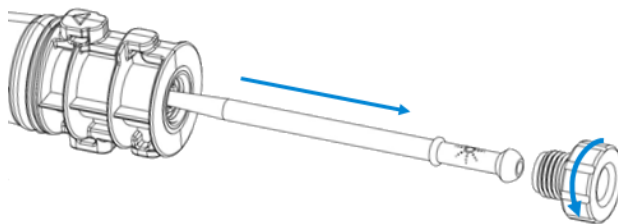

Abbildung 7 Feststellmutter abschrauben und Injektor entfernen
2. Schrauben Sie die Feststellmutter vom Fackelkörper ab und nehmen Sie den Injektor durch vorsichtiges Ziehen an der Kugelschliff-Verbindung heraus (siehe Abbildung 7).